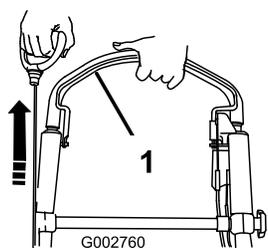

Рисунок 21
- Удерживая штангу управления ножом прижатой к рукоятке, потяните за механический стартер (Рисунок 21).